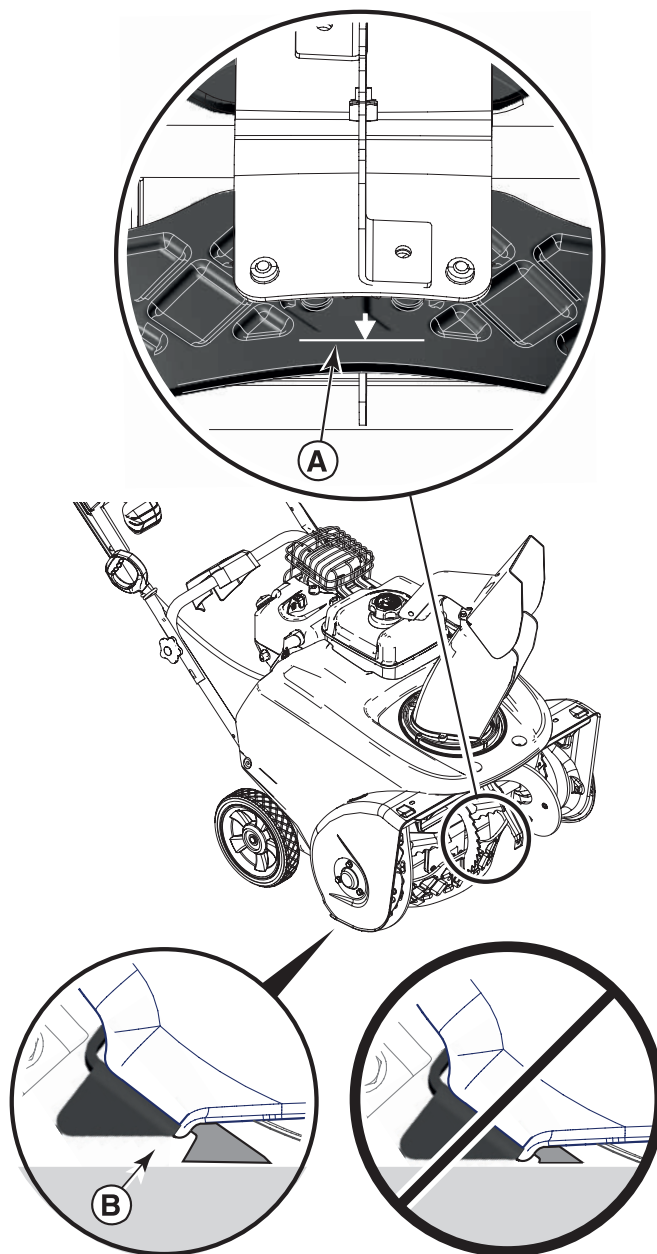

Рис. 14
2. Проверьте максимально допустимый износ ремня шнека (А, Рис. 14). Если резиновый шнек изношен, то замените два пролета ремня. Обратитесь в авторизованный сервисный центр.